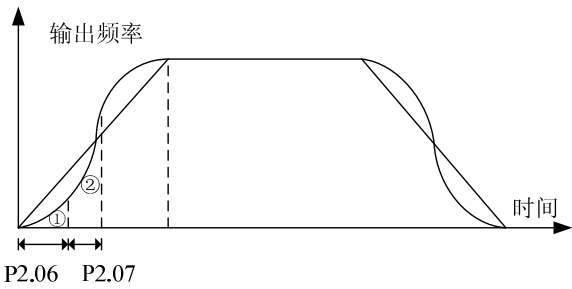

图 6-7 S 加减速曲线
变频器在加减速过程中，输出频率和加减速时间为 S 曲线关系，按照 S 曲线递增或者递减，如图 6-7 所示。本功能一般是为了减少在加减速过程中的噪音和振动，降低起动和停机时的负载冲击。S 曲线的参数是由参数 P2.06 和 P2.07 设定的。
S 曲线起始阶段如图 6-7 中的①所示，是输出频率的斜率从零逐渐增大的过程；
S 曲线上升阶段如图 6-7 中的②所示，是输出频率的斜率保持恒定的阶段；